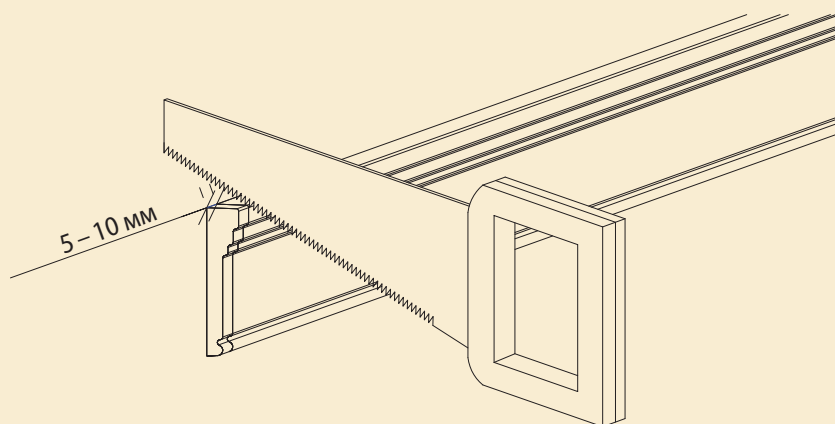

Рис. 1.1
1.1. Произведите горизонтальную разметку по стене с помощью отбойного шнура. В случае, если торцы молдинга покрыты грунтовкой, запилите молдинги под прямым углом на расстоянии 5 – 10 мм от торца, или аккуратно зачистите торцы молдингов наждачной бумагой (*рис. 1.1*).